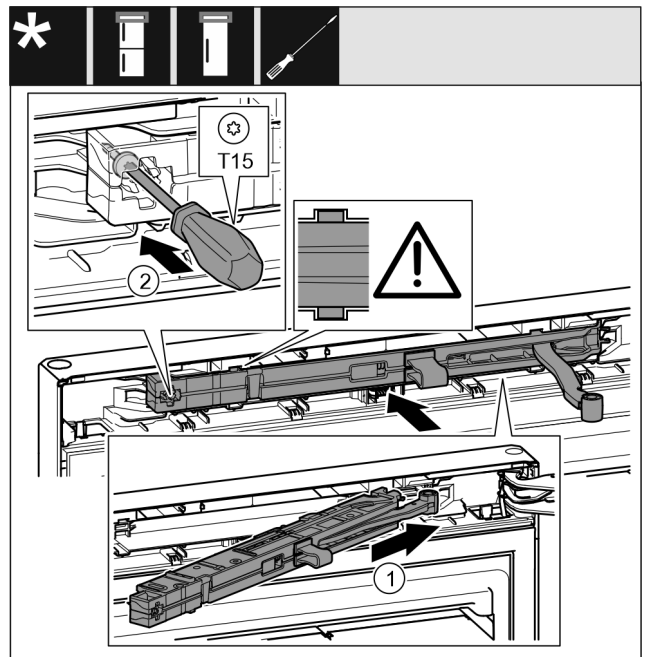

Fig. 29
- Schließdämpfereinheit Fig. 29 (1) auf der Lagerbockseite bis zum Anschlag schräg in die Aussparung einschieben.
- Schraube Fig. 29 (2) mit einem Schraubendreher fest-schrauben.